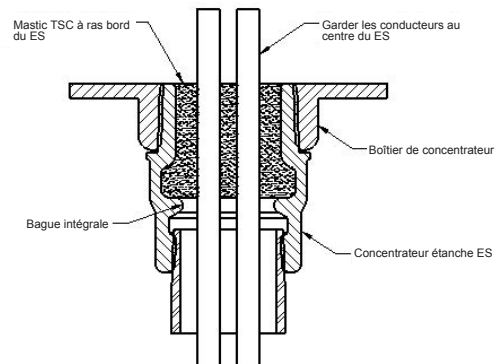

Figure 2
- À l'aide d'une tige ou d'une cheville solide en bois, bourrer de mastic les endroits difficilement accessibles avec les doigts, en particulier les zones les plus au centre. Mettre du mastic entre les conducteurs et autour de ceux-ci jusqu'à ce que le concentrateur soit plein à ras bord (voir la figure 2). Remplir tous les espaces vides.